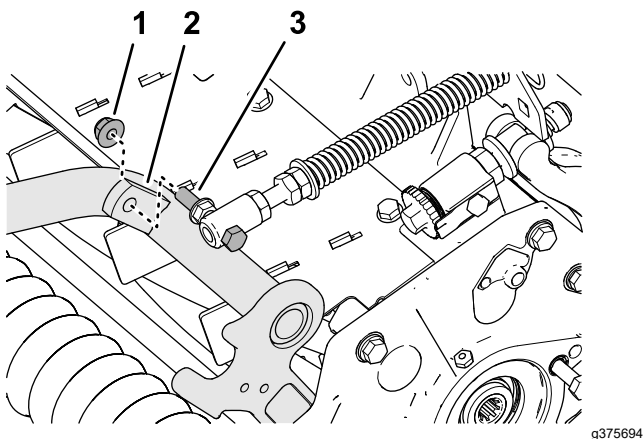

**Figura 10**
4. Monte el tornillo del muelle de compensación del césped en la pestaña derecha del bastidor de tiro (**Figura 10**) con la contratuerca con arandela prensada ( $\frac{3}{8}$ " ).